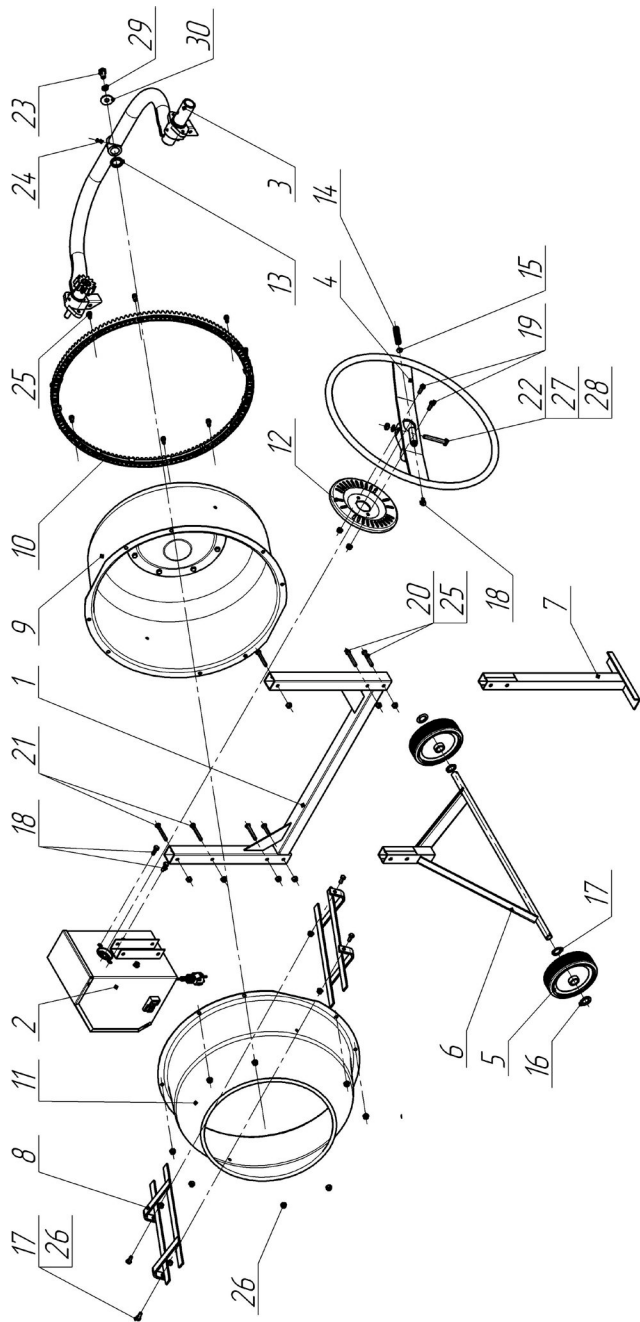

Рис. 3
4.1. Основные составные части бетоносмесителя показаны на *рис. 2* «Сборочные единицы и детали» (*рис. 3*). Наименования и обозначения составных частей бетоносмесителя приведены в таблице 2.